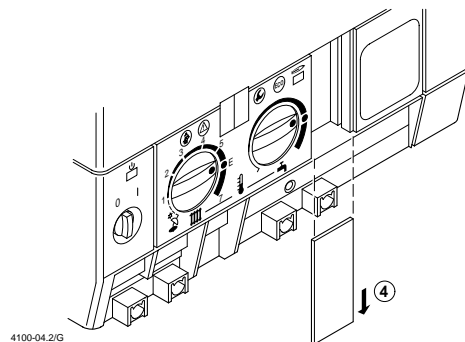

Bild 8 Blinddeckel herausziehen
- ▶ Stecker (345) aus dem Schacht für das BM 1 ziehen.
- ▶ BM 1 wie vorne beschrieben einbauen (Bild 8, 9 und 10).